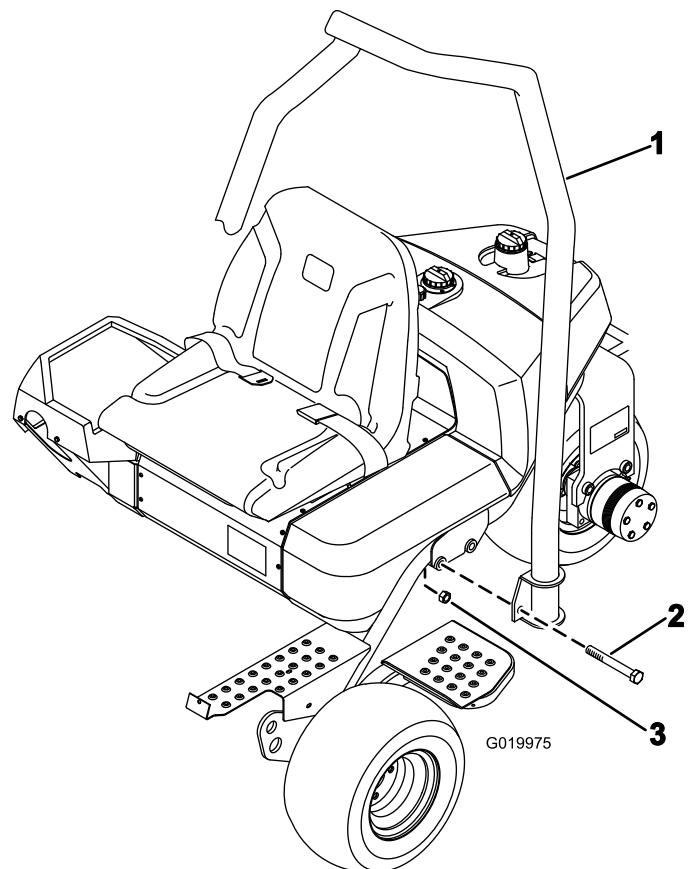

Figura 7
1. Coloque a barra de segurança de forma a que a parte superior do tubo fique curvada em direção à parte da frente da máquina (Figura 7).
2. Baixe a barra de segurança para a estrutura, alinhando-a com os furos de montagem (Figura 7).
3. Prenda cada lado da barra de segurança na estrutura com 2 parafusos (5/8 x 4½ pol.) e porcas de bloqueio como se mostra na Figura 7.